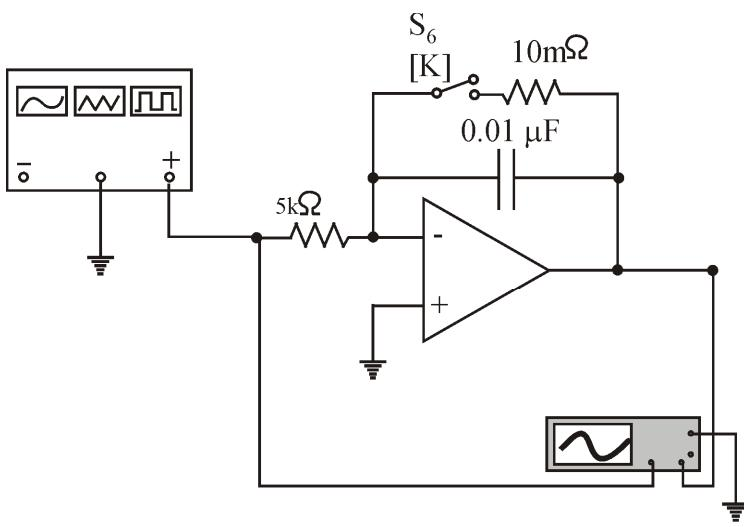
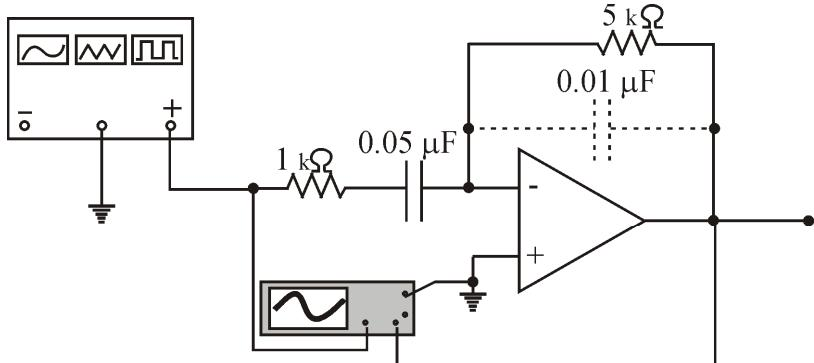

Рис.2.13. Интегратор
Рис.2.14. Дифференциатор
(рис. 2.13). Параллельно конденсатору в цепи ООС интегратора ключом S_6 установите резистор 10 мОм.
7.1. Источником сигнала для дифференциатора будет служить схема интегратора с линейно изменяющимся напряжением на выходе (см. рис.2.13). Подайте сигнал с выхода интегратора или функционального генератора на вход дифференциатора (рис.2.14).